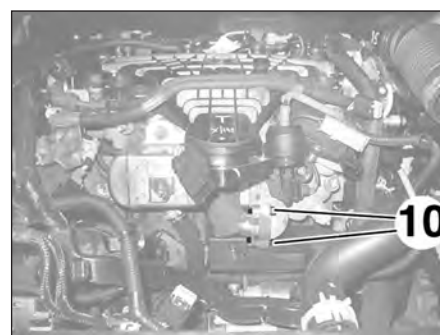

FIG.74
- les vis (10) de l'échangeur eau/EGR du collecteur (Fig.74),